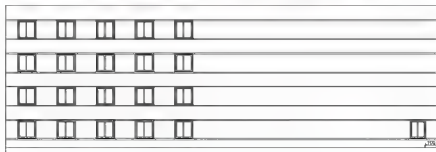

图 4.18 绘制右下角 1500mm × 1800mm 的窗
(1) 重复 4.2 中的步骤 1 和 2，绘制右下角 1500mm × 1800mm 的窗，结果如图 4.18 所示。